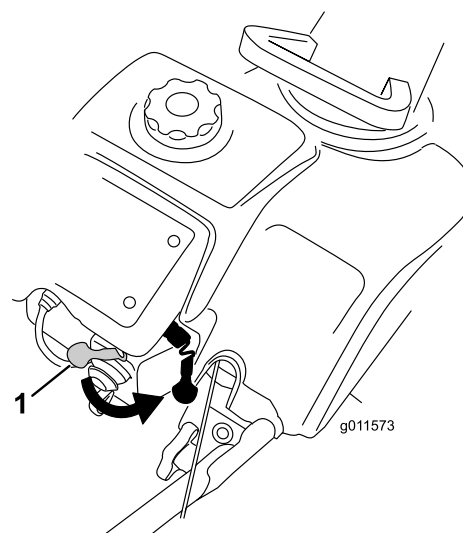
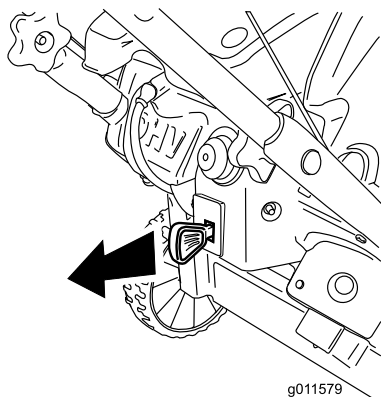

Bild 16
Bild 22
2. Schieben Sie den Chokehebel ganz nach rechts (Bild 16).
Ziehen Sie zum Abstellen des Motors den Zündschlüssel nach außen, bis er in der Aus-Stellung einrastet (Bild 22) oder schieben Sie den Choke ganz nach rechts (Bild 16).